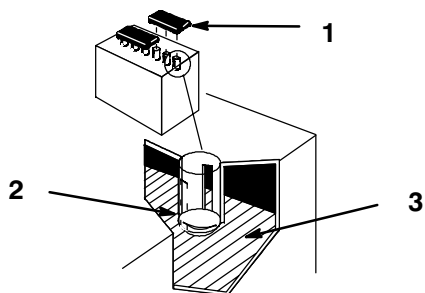

Figure 24
2. Retirer les bouchons de remplissage. Si l'électrolyte n'arrive pas jusqu'au bas des tubes (Fig. 24), ajouter la quantité requise d'eau distillée, voir Addition d'eau dans la batterie, page 32.
2. Retirer les bouchons de remplissage (Fig. 24).
3. Verser lentement de l'eau distillée dans chaque élément jusqu'à ce que le niveau atteigne le bas du tube (Fig. 24).